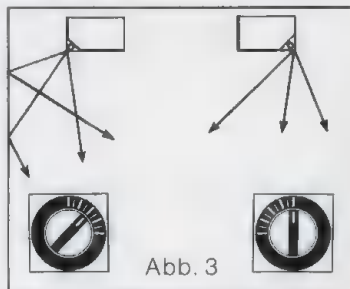

Abb. 3
3. Im Wohnzimmer ist nur eine reflektierende Wand. Rechts führt eine Doppeltür oder ein Wanddurchbruch zum Nebenraum. Der linke Lautsprecher wird so eingestellt, daß der Schall von der Wand reflektiert wird. Der rechte strahlt dagegen überwiegend in den Raum. (Abb. 3).